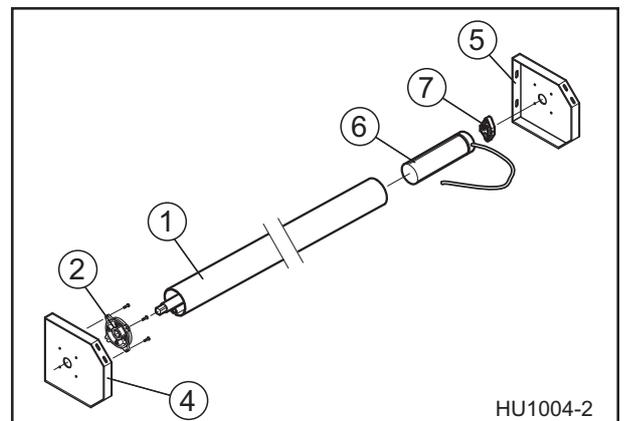

Abb. 8
Bringen Sie die Antriebswelle (1) in Position und montieren Sie diese gleichzeitig mit der Abrollsicke (2) und dem Rohrmotor (6) rechts und links von innen an die Lagerkonsolen (Abb. 8).